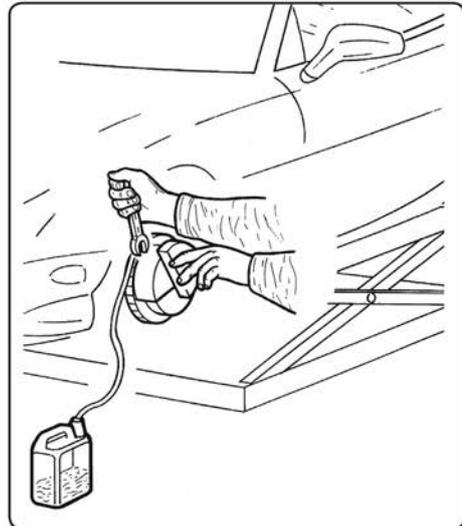

Fig. 7
3.2.4 A partire dalla ruota più lontana dal serbatoio del liquido dei freni, collegare un'estremità del tubo dalla tanica di recupero allo spurgo del freno, con una chiave, aprire il raccordo di circa ¼ di giro (fig. 6 - fig. 7), il liquido dei freni scorrerà attraverso il tubo nella bottiglia. Quando non saranno visibili bolle nel liquido, serrare la valvola di spurgo (fig. 6) togliere il tubo, facendo attenzione a non versare il liquido dei freni.
- 3.3.2 Verificare, attraverso il tubo trasparente della tanica di raccolta, il passaggio dell'olio nuovo. A quel punto chiudere il raccordo dello spurgo (fig. 7)